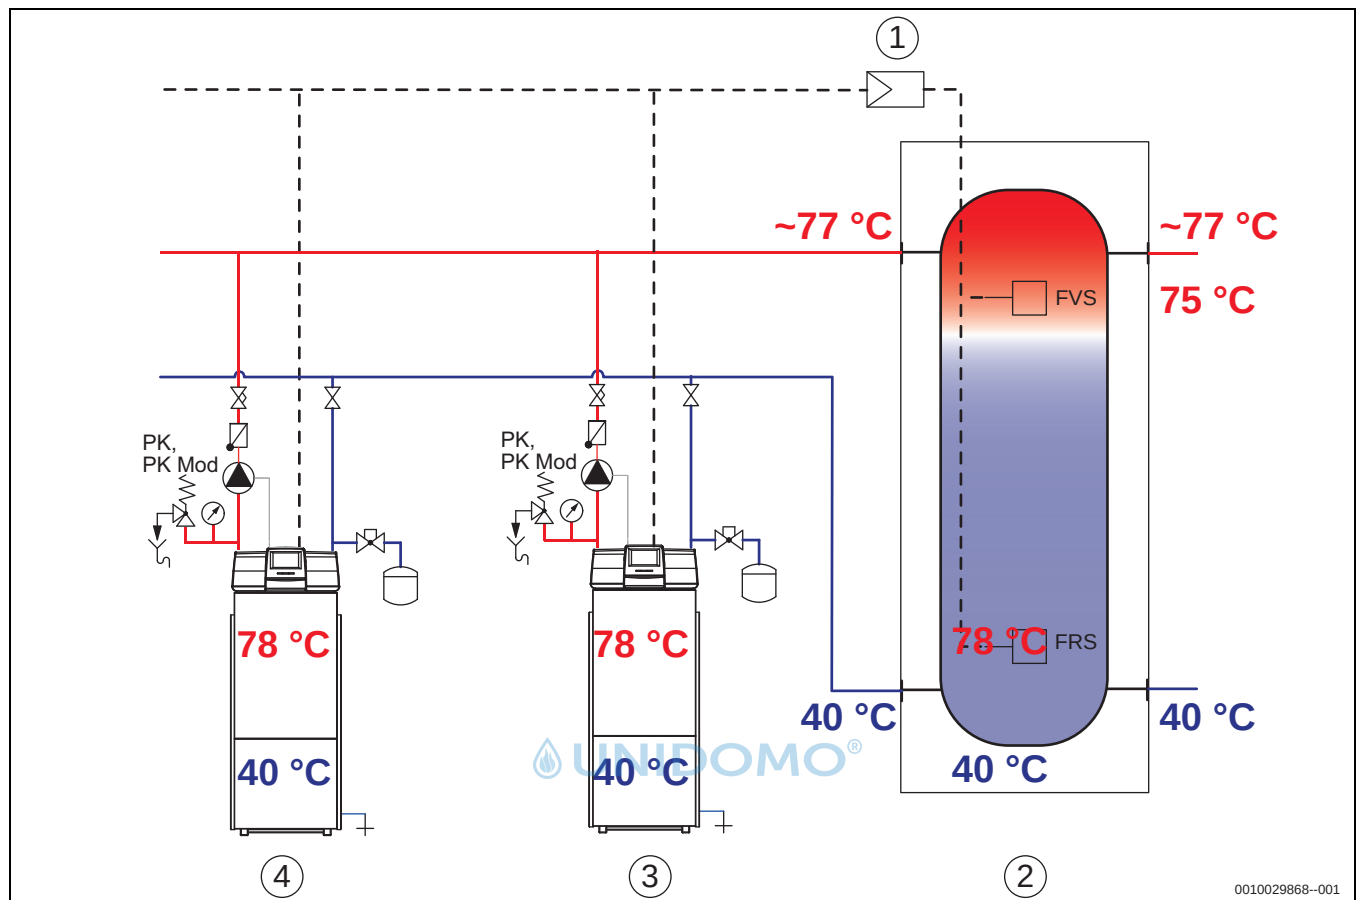
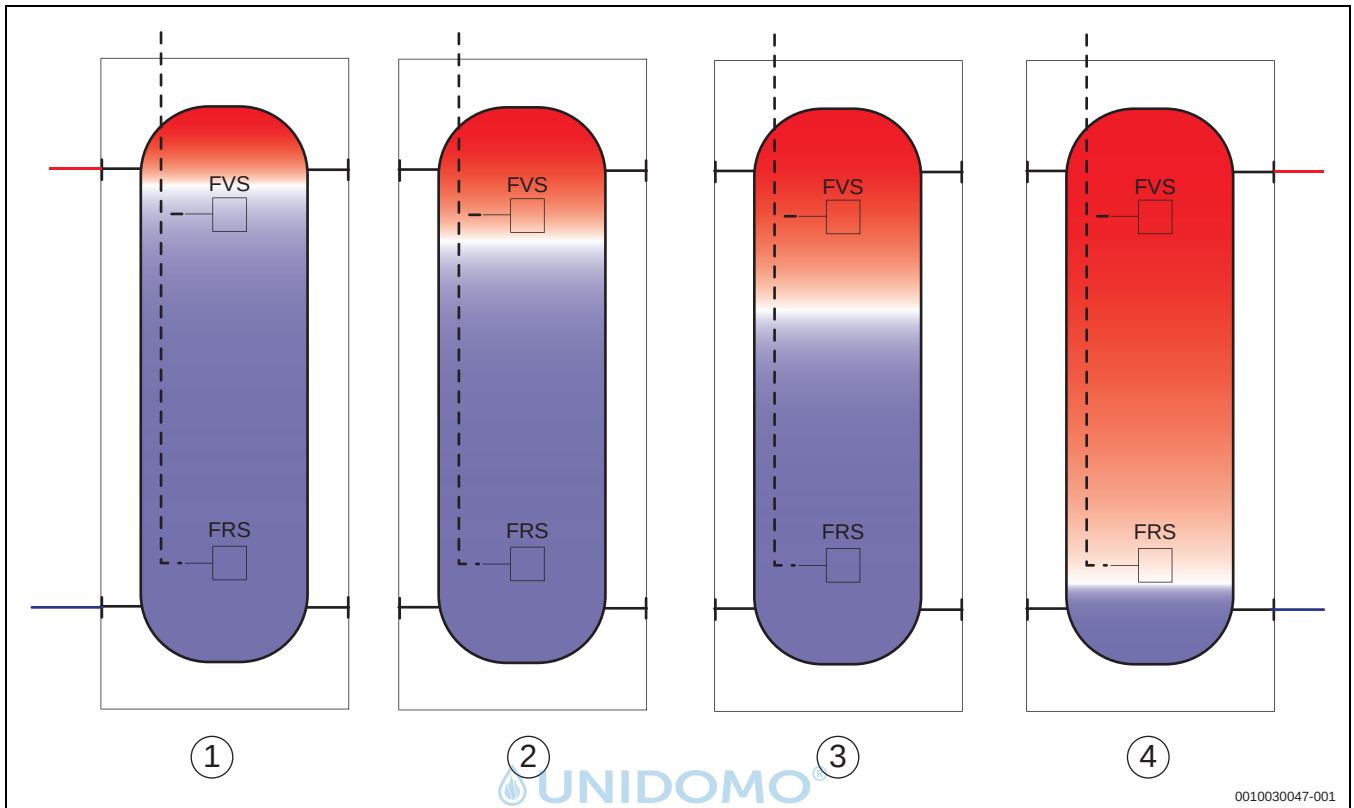

Bild 84 Beispiel Funktionsweise Puffernachladung
Bild 85 Mögliche Pufferstände (Legende → Tabelle 29)
Der Strategie-Vorlauffühler FVS (Puffer oben → Bild 84) ist wie gewohnt für das Einhalten des Anlagen-Vorlaufsollwerts und somit für das Brenner-Einschalten und die Brennermodulation zuständig. Bei Untertemperatur am FVS (→ Bild 85, Zustand 1) erfolgt der Brennerstart. Der Kesselvorlaufsollwert entspricht
Beispielwerte mit Kaskade Logano plus KB372 zu Bild 84 (Wärmezufuhr = Wärmeabnahme, Sollzustand entsprechend Bild 85, Zustand 2):
Die Aufgabe der Kaskade ist es, nur die gerade benötigte Leistung bereitzustellen und einen Bereitschaftsanteil im Puffer vorzuhalten (→ Bild 85, Zustand 2).
1) Ziffer des Pufferzustands entspricht den Positionsnummern in Bild 85
Tab. 29 Legende zu Bild 85